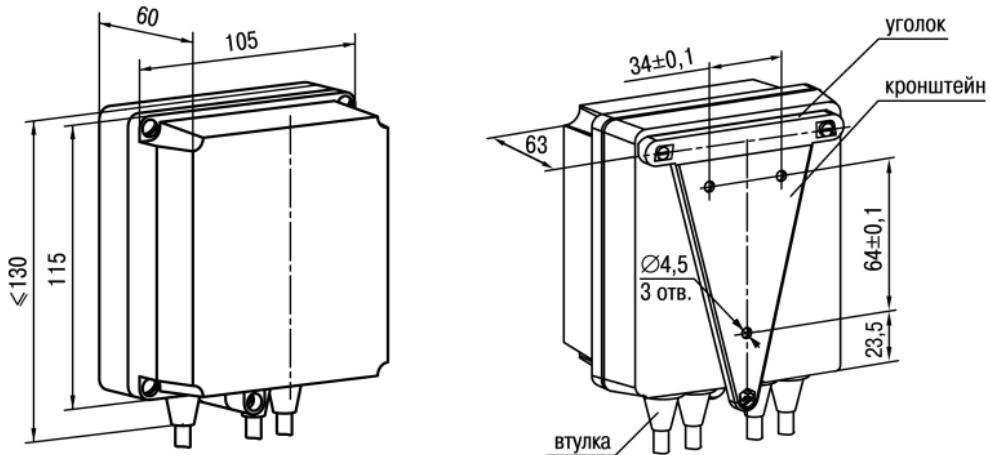

Рисунок 4.2 – Габаритные размеры корпуса Н
1. Закрепить кронштейн тремя винтами M4 × 20 на поверхности, предназначеннной для установки прибора (см. *рисунок 4.2*).